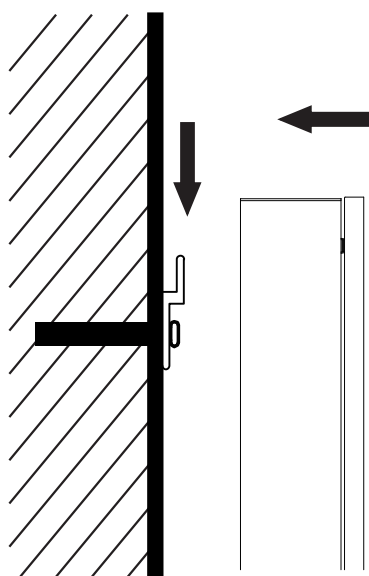

Fig. 5
2.2 Monter l'armoire de toilette sur la barre (Fig.5).